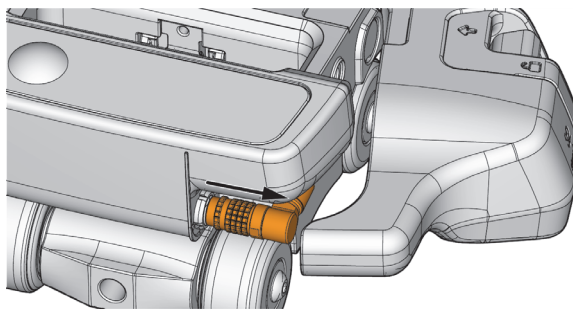

图 2-6 断开编码器电缆
2. 轻轻地将编码器总成移到一边，然后断开编码器与 ScanDeck模块的连接（参见第47页的图 2-6）。